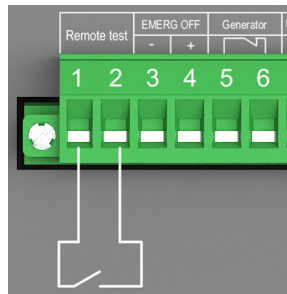

Figure 7. Connexion de l'essai à distance dans l'OTM_C_21D.
1. Connectez-vous au signal d'essai à distance, comme décrit à la Figure 7.